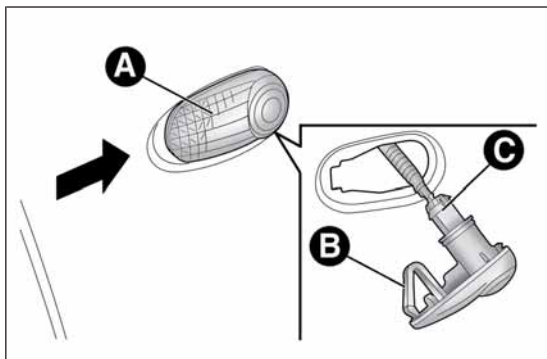

РИС. 137
- нажмите на прозрачную крышку А РИС. 137, чтобы сжать пружину В, потяните наружу и выньте узел;